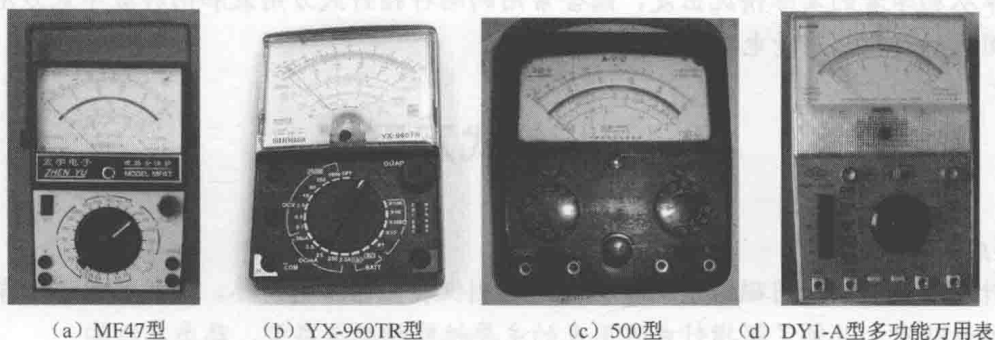

图 1-1 部分指针式万用表的外形
(1) 简易型万用表。简易型万用表的价格低廉,性能指标较差,主要用来测量电压、电流和电阻。
(2) 多功能万用表。多功能万用表的测量功能较强,售价较高。所增加的功能主要有测量电容、电感、晶体管的参数等,有的万用表还能进行高压测试,检查发光二极管(LED)的发光情况,如图 1-1(d)所示 DY1-A 型多功能万用表的左边就有 5 个功能按键,从上到下分别是电容(C)、电感(L)、电阻与晶体管放大系数($R_{h_{FE}}$)、交流电流与电压($\sim AV$)、直流电流与电压(\underline{AV}),下方还有 25A 的交、直流插孔,PNP 型和 NPN 型晶体管插孔。
部分指针式万用表的外形如图 1-1 所示。